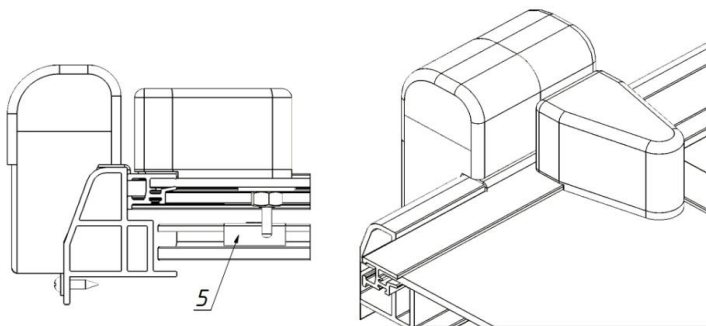

Рис. 7
6. Проверить работоспособность установленного замка вместе с ригелем. Установка завершена. (Рис. 7)